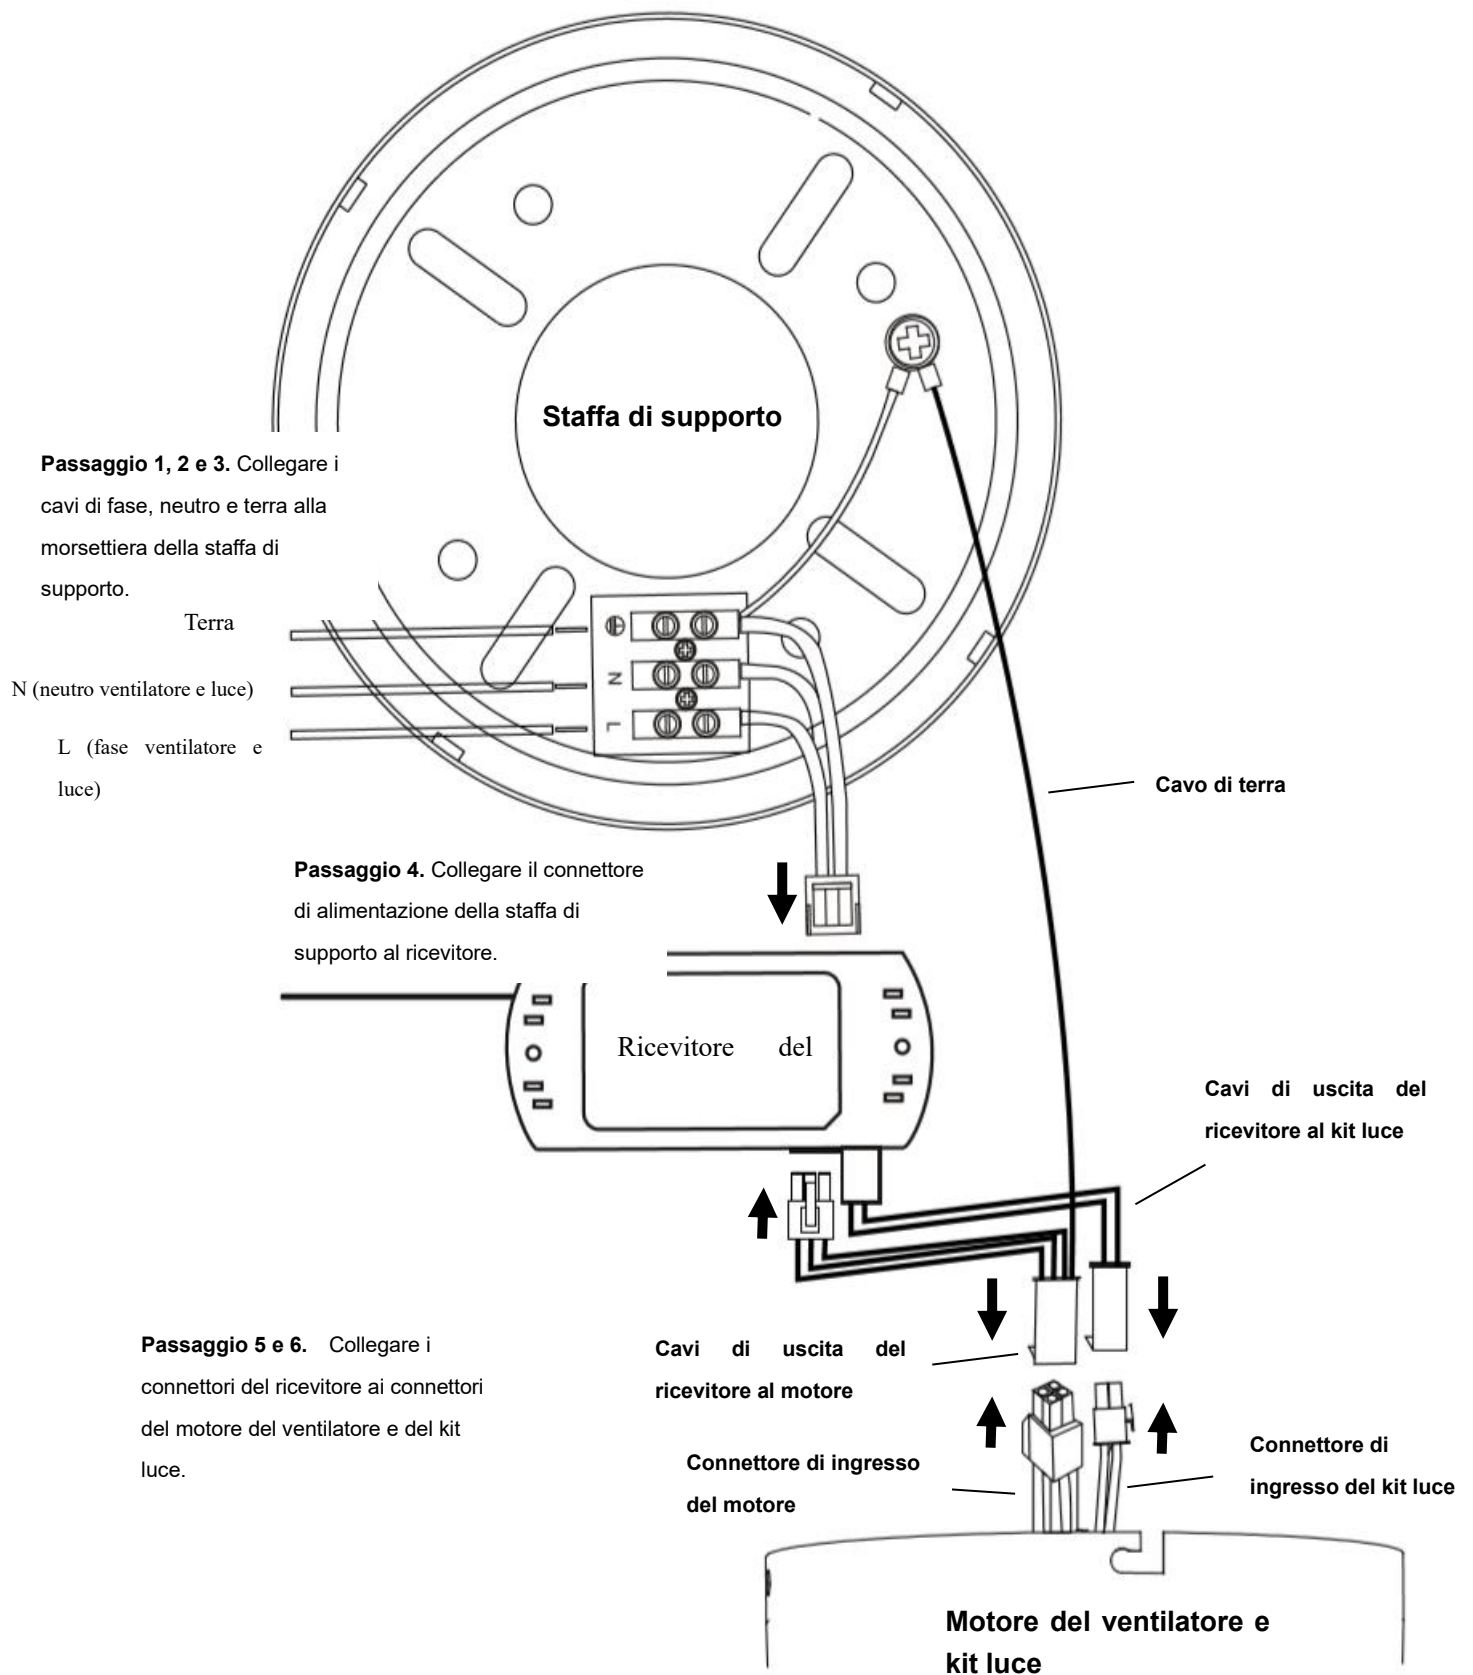

Fig. 4
PREPARAZIONE E INSTALLAZIONE DEI CAVI ELETTRICI - SCHEMA DI DIAGRAMMA (FIG. 4)
Dall'impianto elettrico alla morsettiera sulla staffa di supporto (Fig. 4)
Dalla staffa di supporto al ricevitore e al motore (Fig. 4)
5. Collegare i cavi di uscita dal driver motore/ricevitore (dalla staffa di supporto con cavo di terra) all'uscita del driver motore/ricevitore (**Fig. 4**). Collegare i cavi di uscita del driver motore/ricevitore con cavo di terra (dalla staffa di supporto con cavo di terra) all'ingresso del motore del ventilatore (**Fig. 4**).